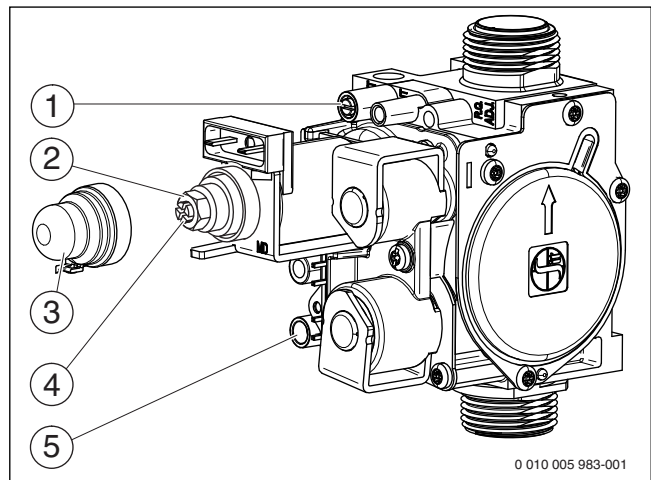

Рис. 31 Газовая арматура
- ▶ Отверните уплотнительный винт штуцера измерения давления на форсунках (рис. 31, [1]) и подсоедините U-образный манометр.
- ▶ Снимите крышку (рис. 31, [3]).
- ▶ Значение «тах» давления (мбар) на форсунках приведено в таб. на стр. 43. Установите давление на форсунках регулировочным винтом максимального расхода газа (рис. 31, [2]). Поворот направо - больше газа, поворот налево - меньше газа.
- ▶ Значение «тiп» давления (мбар) на форсунках приведено в таб. на стр. 43. Установите давление на форсунках регулировочным винтом минимального расхода газа (рис. 31, [4]).
- ▶ Выключите котёл и закройте газовый кран, отсоедините U-образный манометр и заверните уплотнительный винт (, [1]). Рис. 31
- ▶ Отверните уплотнительный винт на штуцере измерения подаваемого давления газа (рис. 31, [5]) и подсоедините манометр.
- ▶ Установите и опломбируйте крышку (рис. 31, [3]).